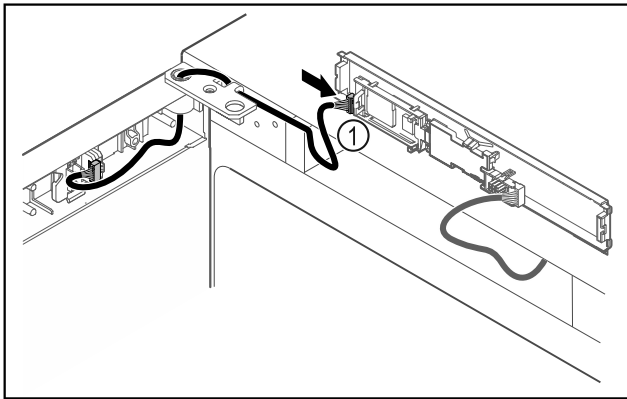

Fig. 43
- ▶ Stekker Fig. 43 (1) in printplaat steken.